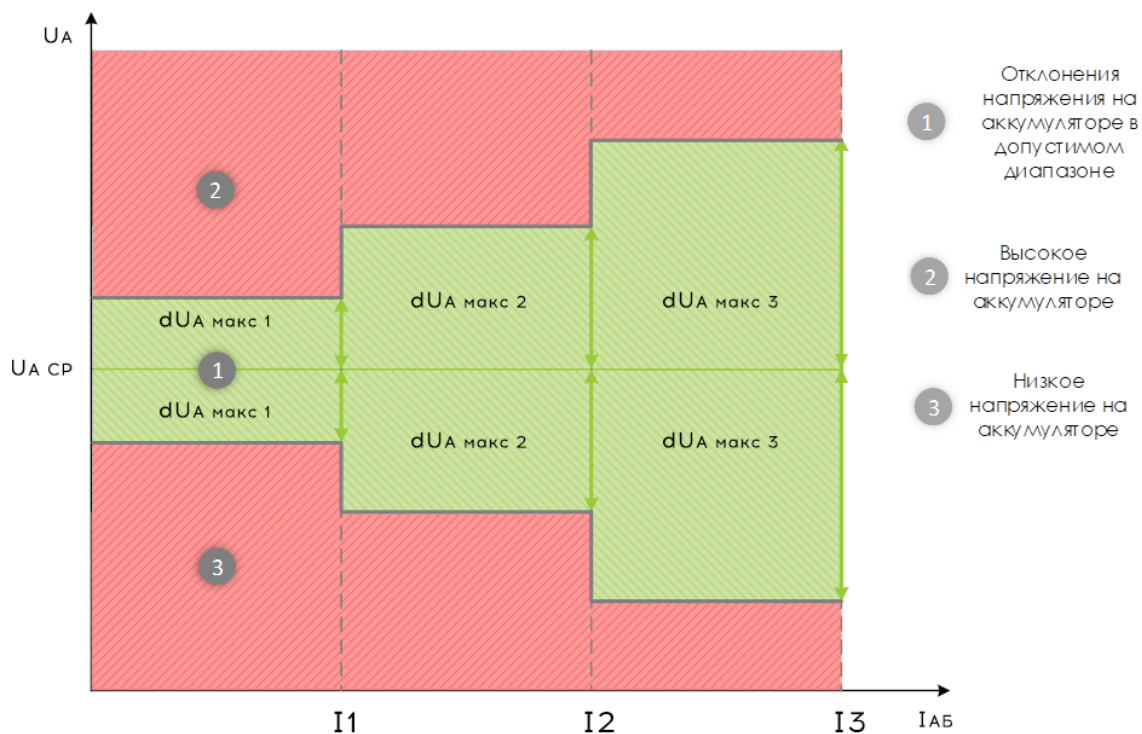

Рисунок 5.9 – допустимые отклонения напряжения на элементах при колебаниях тока нагрузки аккумуляторной батареи
5.6.2 Допустимый диапазон отклонения напряжения аккумулятора определяется уставками « $dU_{a \text{ макс } 1}$ », « $dU_{a \text{ макс } 2}$ », и « $dU_{a \text{ макс } 3}$ » в зависимости от величины тока АБ I_{AB} (рисунок 5.9):